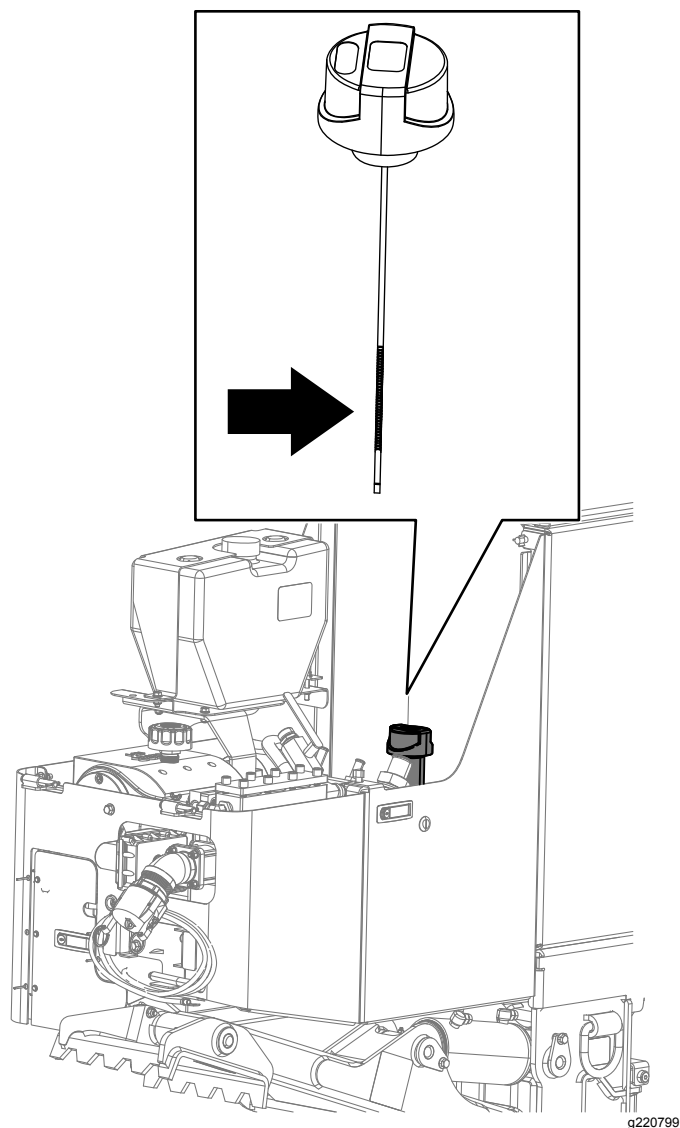

Рисунок 112
10. Поместите сливной поддон под фильтр, а затем снимите фильтр (Рисунок 112).